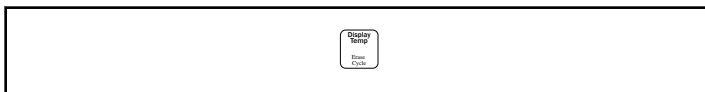

Figura 4
1. Enquanto a máquina estiver em operação, pressione o botão "Display Temp" (Exibir temp.). Consulte a *Figura 4*.
2. Pressione o botão "Display Temp" (Exibir temp.) para voltar. Consulte a *Figura 4*.